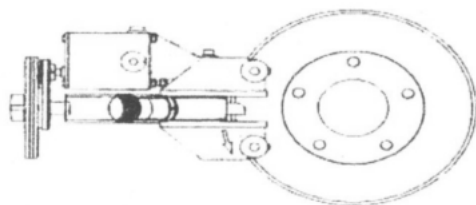

Рисунок 25
2. При необходимости разверните блок проточки CL-801 на 180 градусов, таким образом, что приводной блок окажется снизу (рис.25).